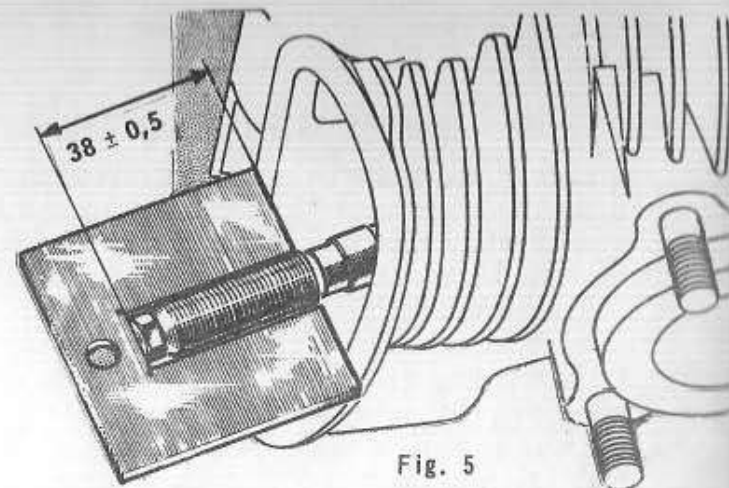

Fig. 5
104 - DEPOSE et POSE d'un AXE du PIVOT de CULBUTEUR (Fig. 5 et 6)
- 4) Poser l'écrou (3) sur l'axe neuf (6), puis le frein (2). Bloquer sur l'axe deux contre-écrous (7) l'un contre l'autre et par l'écrou supérieur, visser l'axe sur la tête de cylindre. L'enfoncement de l'axe de pivot est limité par une cote mesurée entre le plan de joint du couvercle et l'arête du rayon (4). Cette cote est fixée à $16,5 \pm 0,5$. Pour vérifier cette cote facilement, on peut exécuter un gabarit suivant Fig. 5. Après mise en place de l'axe de pivot, visser ou dévisser légèrement celui-ci pour amener l'orifice (8) de dégagement d'huile dans l'axe de queue de soupapes. Déposer les deux contre-écrous (7).
- 5) Essuyer les parties en contact côté rotule (5) et côté queue de soupape (1).